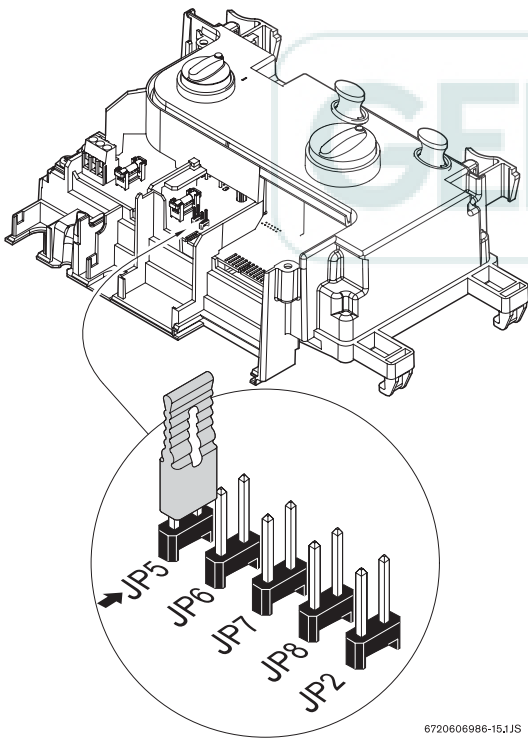

Fig. 15
- ▶ **Solo per WT17** - il ponticello JP5 è già inserito (vedere Fig. 15) per tutti i tipi di gas. Per il WT 17 la trasformazione del gas è già ultimata, registrarla quindi nella targhetta delle caratteristiche dell'apparecchio.